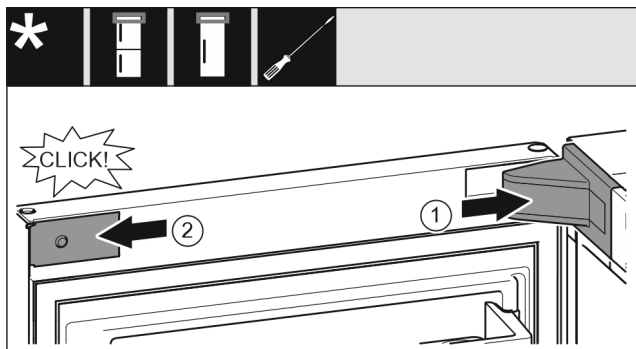

Fig. 20
- ▶ Pange laagripuki kate peale ja fikseerige, vaj. korral suruge ettevaatlikult laiali. Fig. 20 (1)
- ▶ Pange ilukate küljel kohale ja fikseerige. Fig. 20 (2)